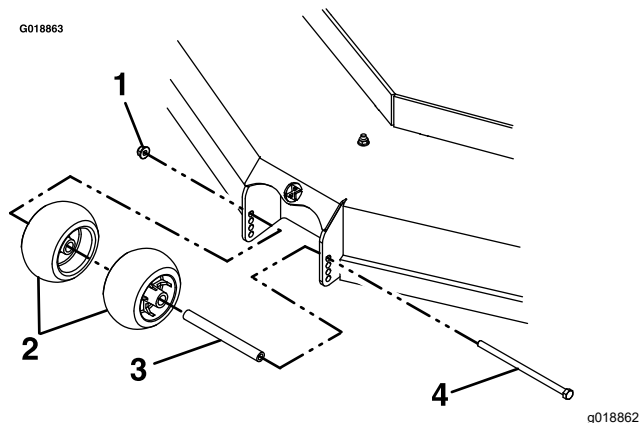

Figure 29
- Après avoir réglé la hauteur de coupe, réglez les galets anti-scalp en retirant les fixations (Figure 29).
- Serrez le contre-écrou ($\frac{3}{8}$ po) à un couple de 41 à 47 N·m (30 à 35 pi-lb), comme montré à la Figure 29.